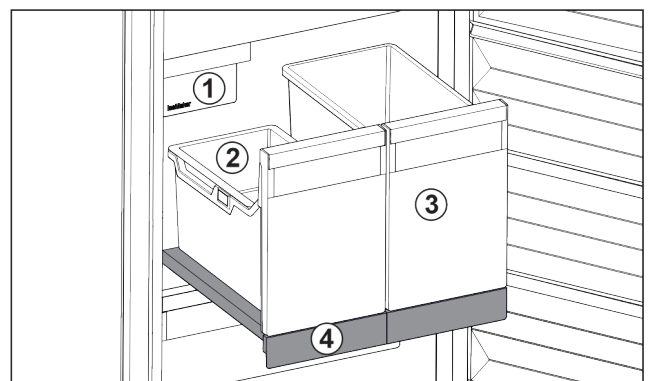

Fig. 32 Ripiano estraibile con IceTower
- (1) IceMaker
- (2) Vaschetta da agganciare per cubetti di ghiaccio
- (3) Contenitori ad es. per pizza, bevande alcoliche
- (4) Ripiano estraibile
Sul ripiano estraibile ci sono due contenitori alti (IceTower). I cubetti di ghiaccio dall'IceMaker vengono raccolti e conservati nel contenitore Fig. 32 (2). Il contenitore Fig. 32 (3) è adatto per conservare alimenti alti come pizze o bevande alcoliche.